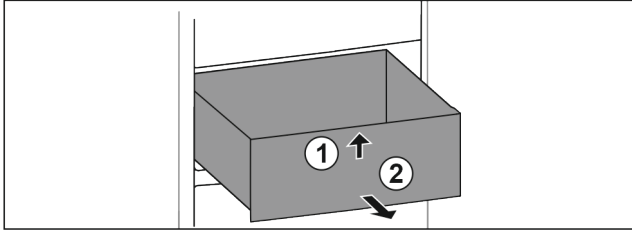

Fig. 15
- Levante el cajón por delante. Fig. 15 (1)
- Extraiga el cajón hacia adelante. Fig. 15 (2)